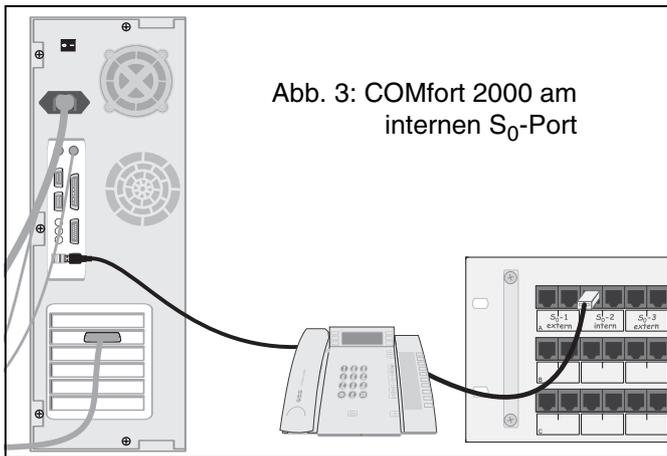

Abb. 3: COMfort 2000 am internen S₀-Port
- ② Verbindung zwischen PC und internem S₀-Port der Tk-Anlage über ein vorhandenes Auerswald-Systemtelefon *COMfort 1200* oder *COMfort 2000* (**Abb. 3**). Dies erfordert eine USB-Schnittstelle am PC.